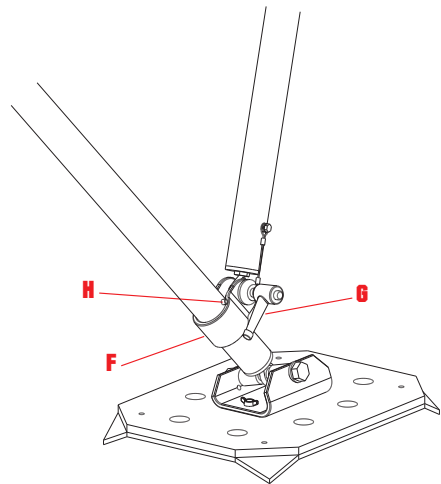

fig. 6
- Placera kragarna (F) mot fjäderstiftet (H) och säkra dem med hjälp av låsspaken (G) - (Fig. 6).
- Grizzlyenheten inte har genomgått någon mekanisk deformation, är fri från sprickor, korrosion och kan rotera fritt på lederna (E),
- kragarna (F) är i rätt läge (Fig. 6) och säkrade med låsspaken (G).